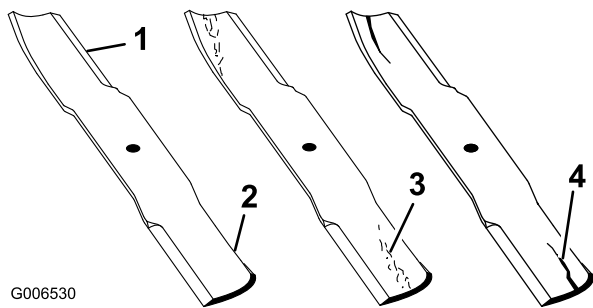

Figura 28
2. Examine cuidadosamente as extremidades da lâmina, prestando especial atenção à zona onde se encontram as partes curvas e planas da lâmina (Figura 28). Verifique o estado da lâmina antes da operação de corte, pois a areia e outros materiais abrasivos podem ter desgastado o metal que liga as partes curva e plana da lâmina. Se notar algum desgaste (Figura 28), substitua a lâmina; consulte Retirar a lâmina de corte.
Se a lâmina continuar a sofrer este tipo de desgaste irá formar-se uma ranhura entre a parte curva e a parte plana da lâmina (Figura 28). Eventualmente, pode soltar-se algum pedaço da lâmina e projectar-se, ferindo-o a si ou a qualquer pessoa próxima.